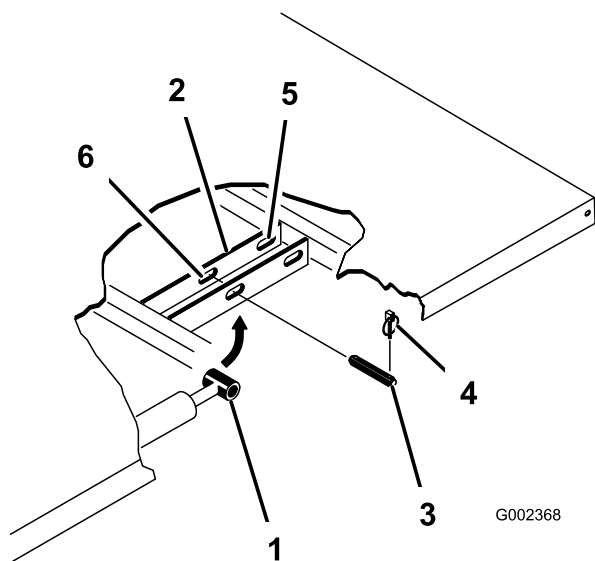

Рисунок 34
2. Удалите шплинты из наружных концов штифтов с отверстием под шплинт на штоках гидроцилиндров (Рисунок 34).
- Удалите штифты с отверстием под шплинт, которые крепят концы штоков гидроцилиндров к монтажным плитам кузова, протолкнув штифты внутрь (Рисунок 34).
- Выньте шплинты и штифты с отверстием под шплинт, которые крепят шарнирные кронштейны к швеллерам рамы (Рисунок 34).